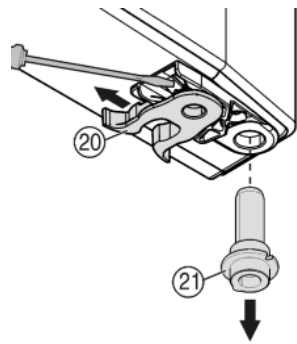

Fig. 8
- ▶ Veerklem Fig. 8 (20) verplaatsen: Sluitnok omlaag drukken, veerklem eroverheen en eraf trekken.
- ▶ Lagerbout Fig. 8 (21) uit de deurbus nemen en samen met het plaatje aan de tegenoverliggende kant aanbrengen. De sluitnok moet naar de binnenkant van de deur wijzen, de kerf naar de buitenkant.
- ▶ Deur aan de onderkant vastzetten en de lagerbout Fig. 8 (21) in de lagerbus aanbrengen. Evt. de lagerbout draaien om deze te laten vastklikken.